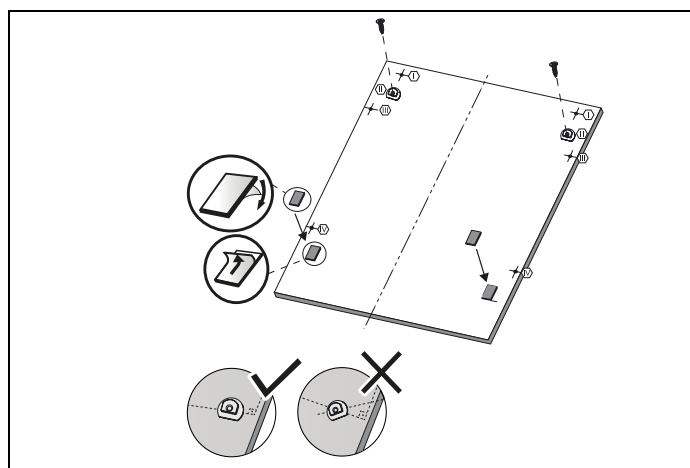

Fig. 25
- 4) Como se muestra en la Fig. 25, los plásticos de montaje de la puerta se instalan en las posiciones II y las tiras de madera de fijación de la puerta se instalan en las posiciones que se muestran en la figura.